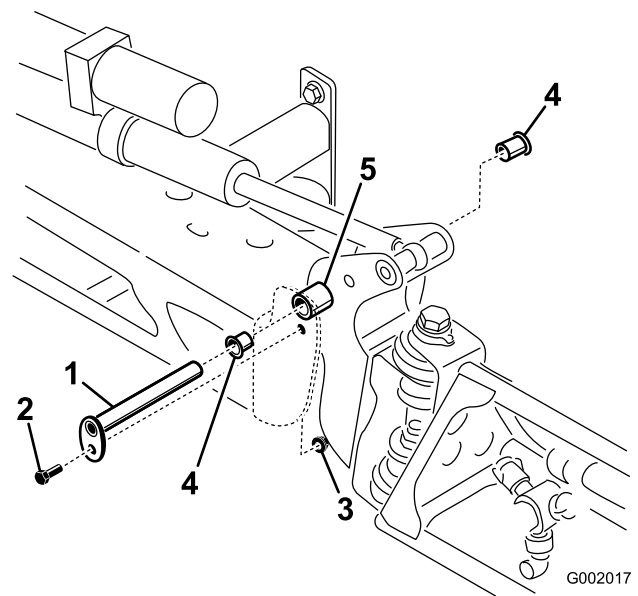

Bild 52
3. Wenn das Gewicht des Auslegers abgestützt ist, nehmen Sie die Schraube und die Mutter ab, mit denen der Lagerbolzen am Ausleger befestigt ist (Bild 52). Nehmen Sie den Lagerbolzen ab.
5. Nehmen Sie die Nylonbüchsen vorne und hinten an der Schwenkhalterung ab und prüfen Sie sie (Bild 52). Ersetzen Sie beschädigte Büchsen.
7. Montieren Sie den Ausleger und die Schwenkhalterung im mittleren Rahmen und richten Sie die Öffnungen aus (Bild 52).